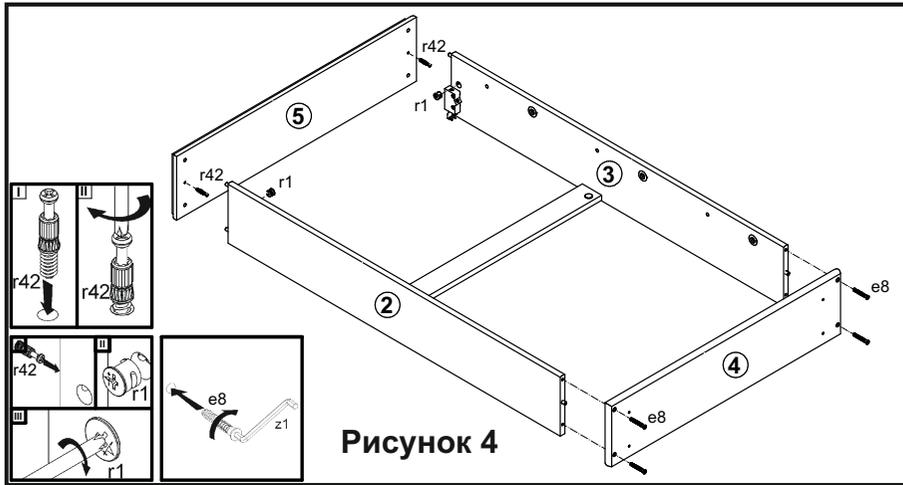

Рисунок 4
8. К деталям **2, 3** прикрутить щит нижний **4** конформатами **e8** при помощи ключа **z1** (см. рис. 4).